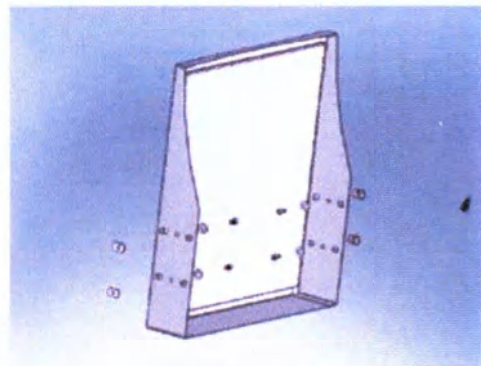

Рисунок 6
6. Установите контрольную шайбу с внутренними зубцами (10) на винт с углублением под ключ (9). Вставьте винт с углублением под ключ в отверстие в нижнем лотке (4) и легко навинтите на него крепежную деталь для Т-образной гайки (7), см. рисунок 6. Повторите операцию для других трех отверстий.